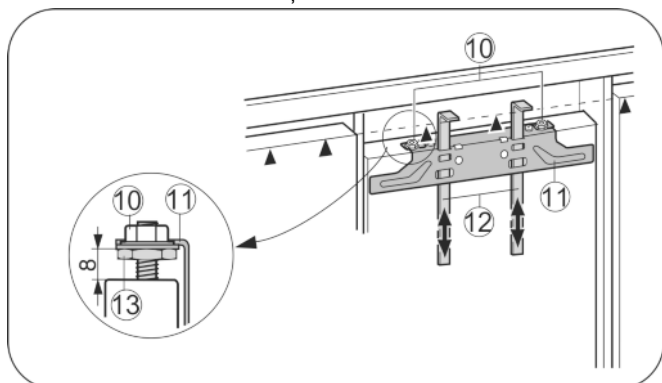

Fig. 25
- ▶ Uzbīdīet montāžas palīglīdzekļus Fig. 25 (12) mēbeles durvju augstumā. Apakšējā atdures mala ▲montāžas palīglīdzeklim = uzstādāmo mēbeles durvju augšējā mala.
- ▶ Noskrūvējiet stiprinājuma šķērsi Fig. 25 (11) ar pretuzgriežņu Fig. 25 (10) palīdzību.